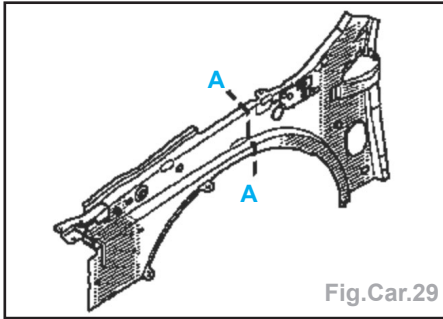

Fig.Car.29
- partielle (suivant la coupe A-A) (Fig. Car.29),